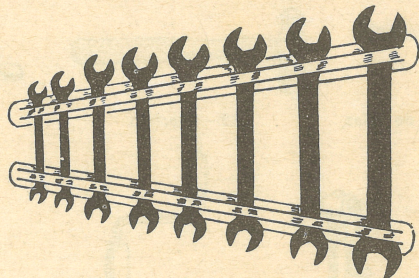

Fig. 2
5. Existem diversos tipos de chaves de porcas. As mais usadas são as chaves de *boca fixa* (boca aberta) (fig. 1-1 e fig. 2).
6. Na caixa de ferramentas deve haver um *jogo de chaves de boca fixa* desde o n.º 6 ao n.º 22 (fig. 2). Utilize sempre uma chave que assente certa na porca ou parafuso. O uso de chave muito larga pode quebrar a porca.